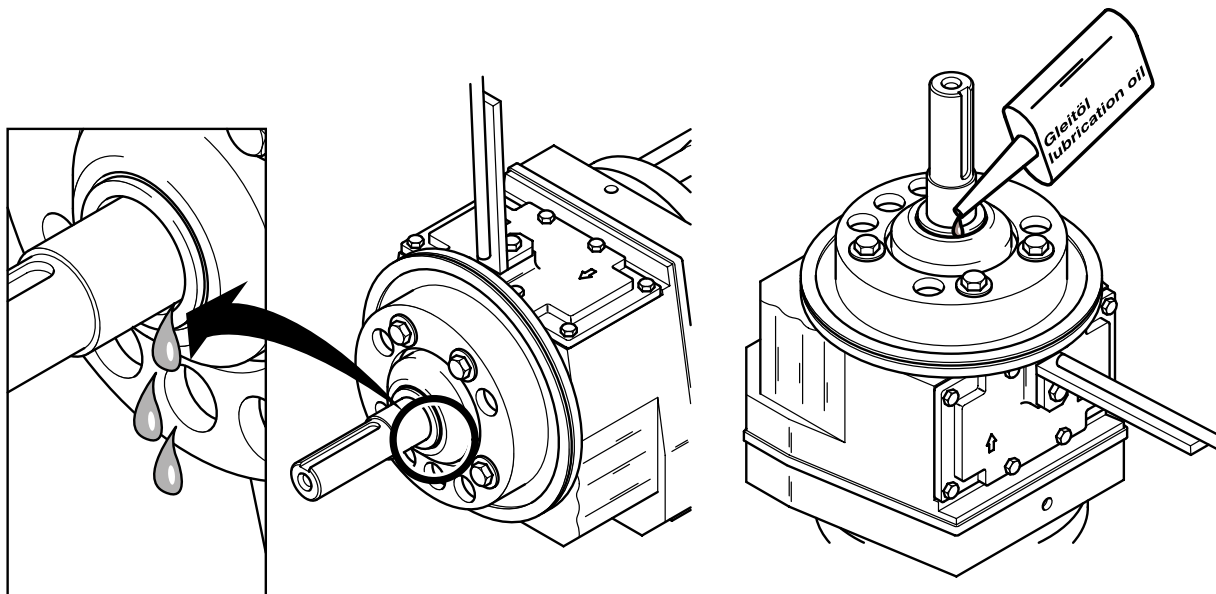

图 16 注油和换油
说明 应将推流器垂直放置 (参见图 16), 以便在卸下机械密封的旋转部分时, 油不会从设备中喷出。
- 垂直放置推流器 (如图 16 所示), 并确保不会翻倒。
说明 应将推流器垂直放置（参见图 16），以便在卸下机械密封的旋转部分时，油不会从设备中喷出。
- 垂直放置推流器（如图 16 所示），并确保不会翻倒。
- 如图 16 所示, 沿着轴间隙将油释放到合适的容器中 (最小 0.5 l)。执行此操作时, 请使电机和齿轮箱单元充分倾斜, 以使润滑油完全流出。
- 沿固定环和轴之间的间隙加注新油的方式与释放油时的方式类似 (请参见图 16)。